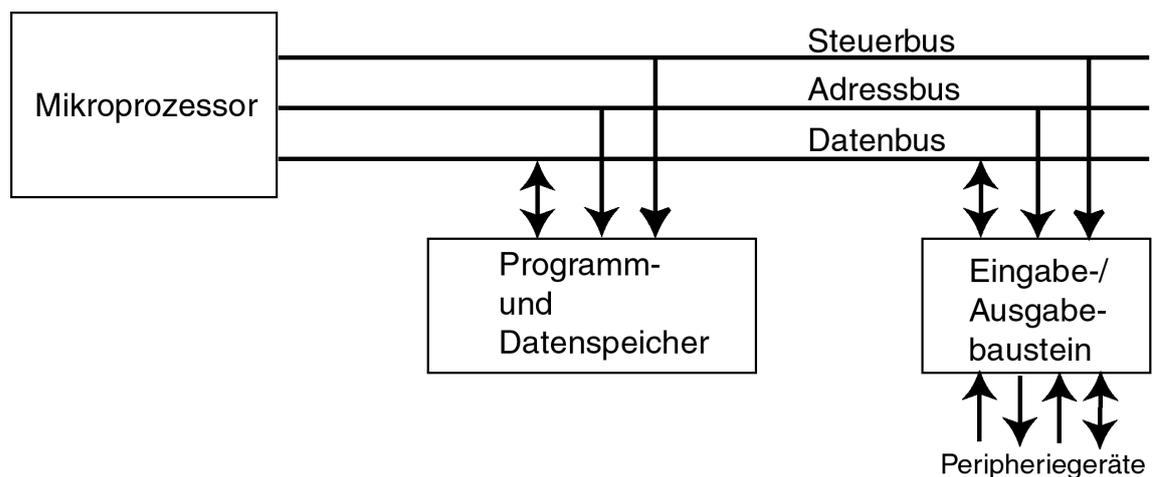

Figure 18.2: Mikroprozessorsystems mit von Neumann-Architektur
- Computer mit *von Neumann-Architektur* haben gemeinsamen Daten- und Programmspeicher (Abb. 18.2).